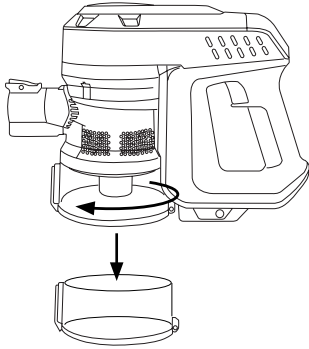

Fig.6
- Retirar el filtro de su alojamiento, limpiar y si es necesario cambiar. (Fig.6).